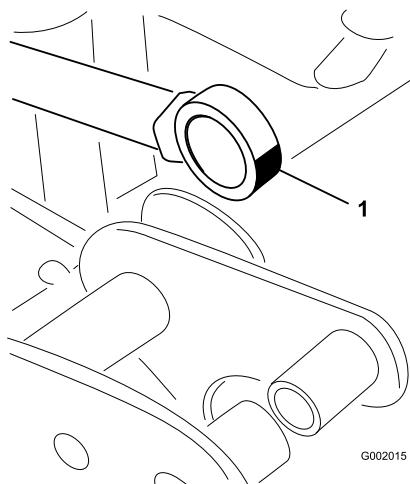

図 63
5. アクチュエータロッドのベアリング端部を動かしながらベアリング内部にグリスを注入する図 63。